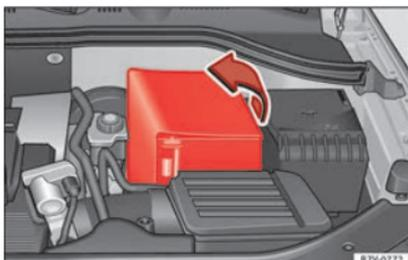

Fig. 250 Dans le compartiment moteur : dégagez le couvercle de la batterie du véhicule.
- *En présence d'un cache* : retirez le couvercle en le faisant glisser sur un côté » **fig. 250**.